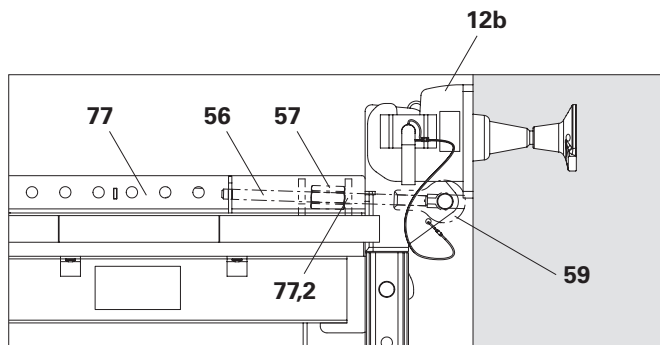
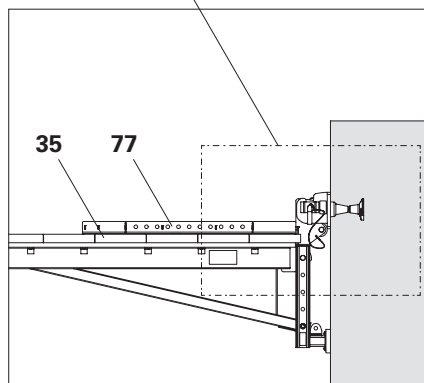

Fig. B5.01c
Fig. B5.01a
1. Avvitare il tirante DW15 (56) nel dado a occhiello RCS DW15 (59)
2. Avvitare il dado esag. DW15 SW30 50 mm (57) sul tirante DW15 (56) e regolarlo alla misura desiderata.
3. Infilare il dado esag. DW15 SW30 50 mm (57) nella trave per cassaforma VGK 60 (77) e avvitare a contatto con la lamiera frontale (77,2).
4. Fissare la trave per cassaforma VGK 60 (77) con travetti squadrati sull'impalcato di calpestio (35). (Fig. B5.01a – Fig. B5.01c)